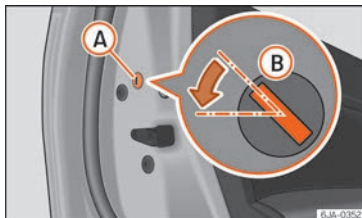

Fig. 6 Puerta trasera: bloqueo de emergencia.
- Quite la tapa **(A)** » » » **fig. 6**.